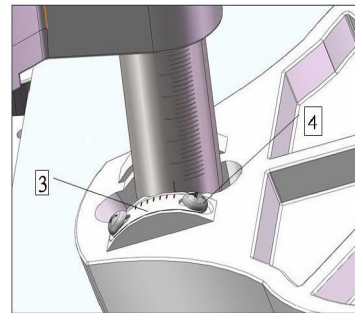

Abb. 10: Winkel der Führungsplatte einstellen
Schritt 2: Die Schrauben (4, Abb. 10) lösen, den Nullpunkt der Skala (3) genau auf den 90°-Winkel